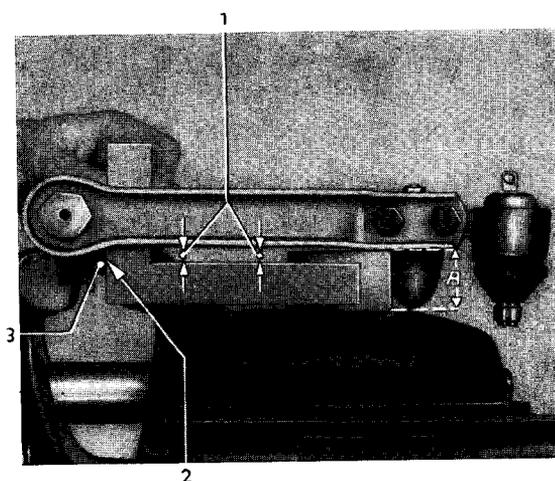

Bild 62 – Höhe des Abstandstückes festlegen
- Zum Festziehen der Gewindebuchsen müssen die Lenkerarme zur Anlagefläche der Lenkerachse in einem Winkel von $90^\circ \pm 1^\circ$ eingestellt sein. Es ist daher empfehlenswert, ein entsprechendes Abstandstück, z. B. Holz, zum Abstützen des Lenkers anzufertigen (Bild 62).